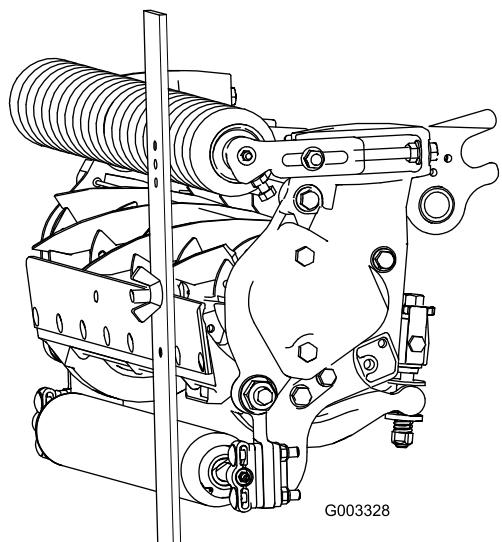

图20
3. 将螺丝头钩在底刀的刀刃上并将调刀尺的后端放到后滚筒上 图20。
4. 旋转调节螺丝直到前滚筒接触到调刀尺 图20。调整滚筒的两端直到整个滚筒与底刀平行。